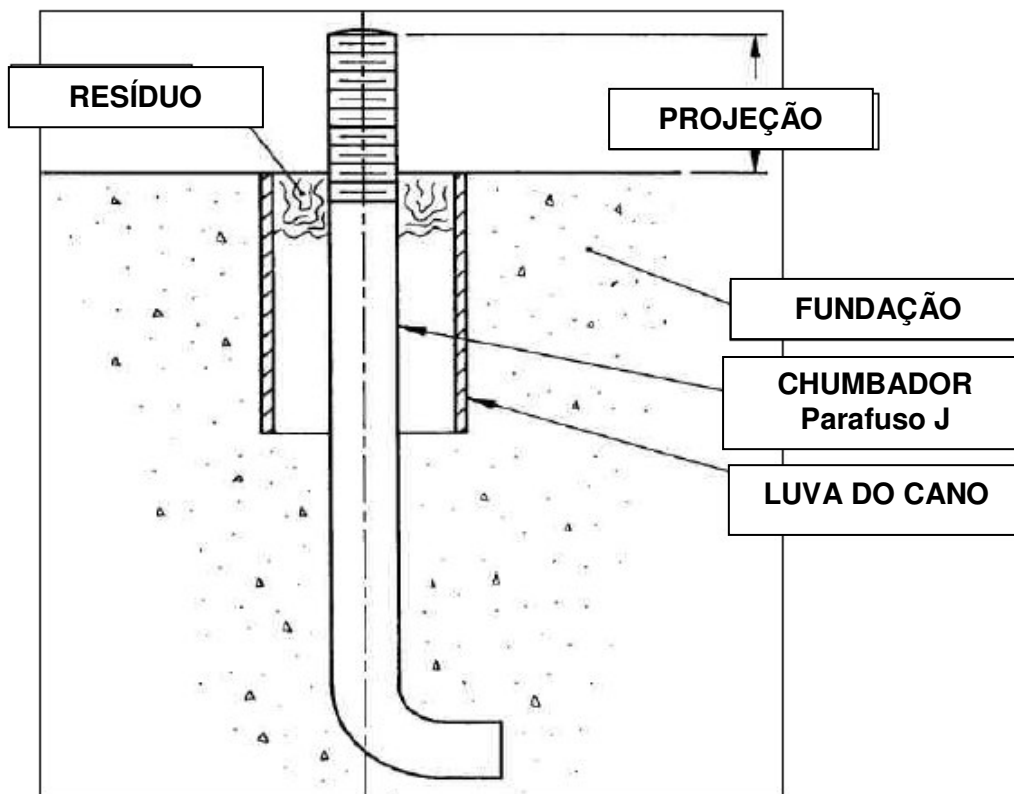

Figura 1
**NOTA:** A fundação (4" a 6" mais longa e larga que a base) deverá ser suficientemente rígida e substancial para absorver qualquer vibração e formar um suporte permanente para a base; isto é importante para manter o alinhamento das unidades. Uma fundação de concreto em uma base sólida deverá ser satisfatória. Os parafusos de fundação devem ser instalados como mostrado na (Figura 1), e deverão ser colocados de acordo com o desenho certificado.